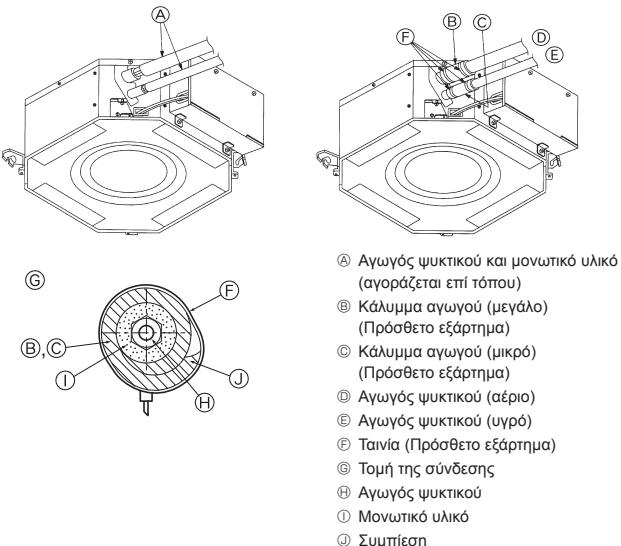

Fig. 3-3
⑧ Αλείψτε με ψυκτικό λάδι ολόκληρη την επιφάνεια στα διαπλατυσμένα τρίματα.
3.3. Εσωτερική μονάδα (Fig. 3-3)